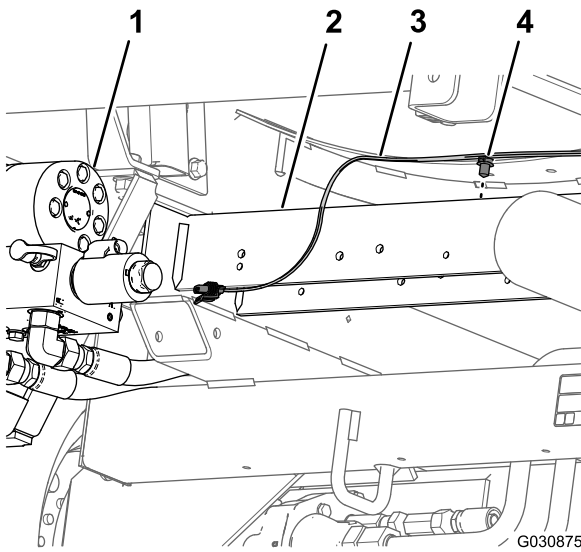

図 26
6. 後ワイヤハーネス 図 26 を後クロスチューブ油圧走行モータの後方に固定している押し込み型ファスナを外す。